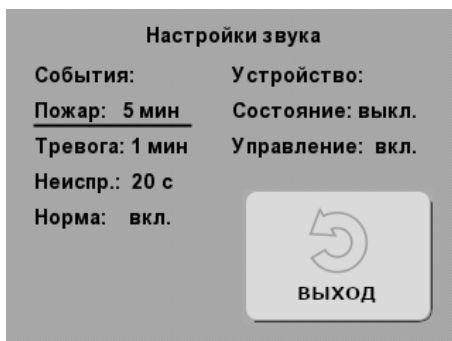

Рис. 4. Окно меню «ЗВУК»
6.2. Включение и задание длительности звуковой сигнализации (5 с, 20 с, 1 мин. или 5 мин.) выполняется независимо по четырём группам событий (рис. 4).